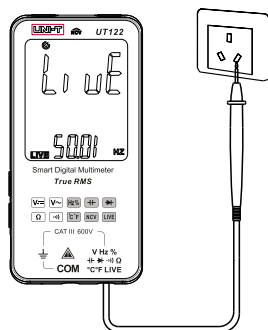

Figura 3
9. Medición de identificación de línea de fuego LIVE (Ver Figura 3)